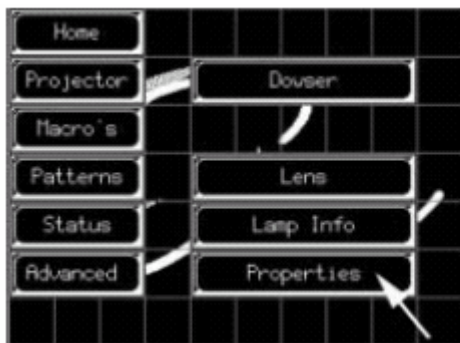

图 10-17 选中数字放映机属性
1. 按“**Properties**”（属性）按钮。（图 10-17）